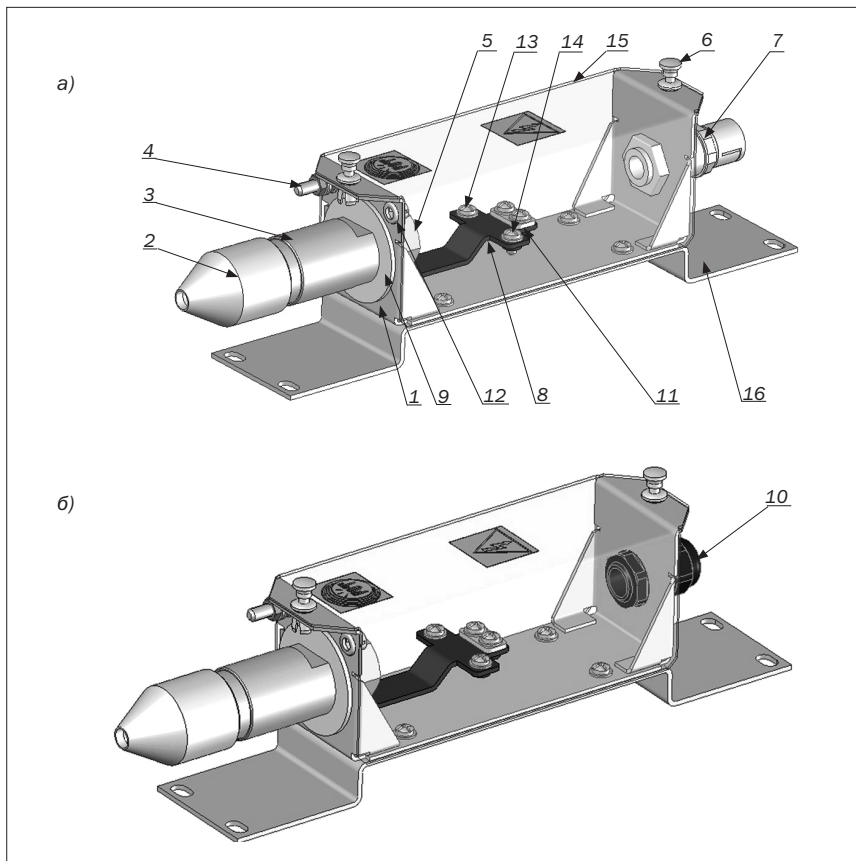

Рисунок 1.1 – Общий вид ВКУ-1 (а) и ВКУ-2 (б)
- ВКУ-1 комплектуется вводом кабельным WR0909S (поз. 7 рис. 1.1), обеспечивающим вывод ОМ кабеля в полимерной гофрированной трубке, которая крепится к этому вводу;
- ВКУ-2 комплектуется вводом кабельным MG16A-10B (поз. 10 рис. 1.1), обеспечивающим вывод кабеля во внутренней оболочке, сердечник которого не содержит металлических конструктивных элементов.
**1.1.3** Общий вид ВКУ-1 показан на *рис. 1.1а*, общий вид ВКУ-2 – на *рис. 1.1б*.
**1.2.1** ВКУ поставляется в собранном виде (*рис. 1.1*). Комплект поставки ВКУ указан в *приложении А*.
- закрепить наконечник кабельный перемычки на кронштейне винтом (поз.13 рис.1.1).
**4.4.10** Закрепить ЦСЭ кабеля на кронштейне планкой (поз.11 рис. 1.1) в соответствии с рис. 4.11. Излишек длины ЦСЭ обрезать на расстоянии 10 мм от места зажима.
**4.4.11** Ввести конец провода заземления (провода подключения металлических конструктивных элементов ОК к защитному заземлению) внутрь корпуса ВКУ-1 через отверстие втулки изолирующей пластмассовой (поз.12 рис. 1.1).
Закрепить наконечник кабельный провода заземления на кронштейне винтом (поз.14 рис. 1.1) в соответствии с рис. 4.11.
**4.4.12** Надвинуть на смонтированный ВКУ-1 кожух (поз. 15 рис. 1.1) и зафиксировать его ручками-цангами (поз.6 рис. 1.1).
**Примечание.** При необходимости ВКУ может быть закреплен без применения кронштейна (поз. 16 рис. 1.1).
**4.4.16** Подключить корпус ВКУ-1 к защитному заземлению, соединив наконечник кабельный соответствующего провода заземления (в комплект поставки ВКУ не входит) с шпилькой заземления корпуса (поз. 4 рис. 1.1).
Ввести ОК во внутренней оболочке в торцевую часть ВКУ-2 с вводом кабелем MG16A-10B (поз.10 рис. 1.1) и продвинуть корпус ВКУ-2 до узла заделки бронепокрова ОК.